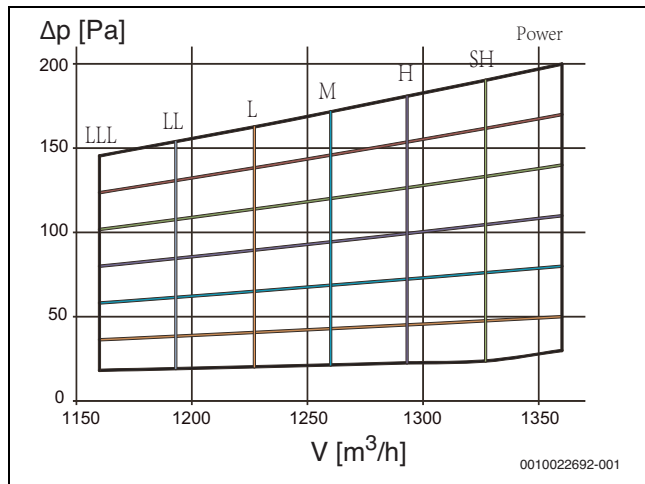

Рис. 24 AF-DH 71-1
3. Прежде чем монтировать воздуховод, убедитесь, что статическое давление во внутреннем блоке находится в допустимом диапазоне. На рис. 24 – 28 приведены характеристические кривые статического давления для внутренних блоков.